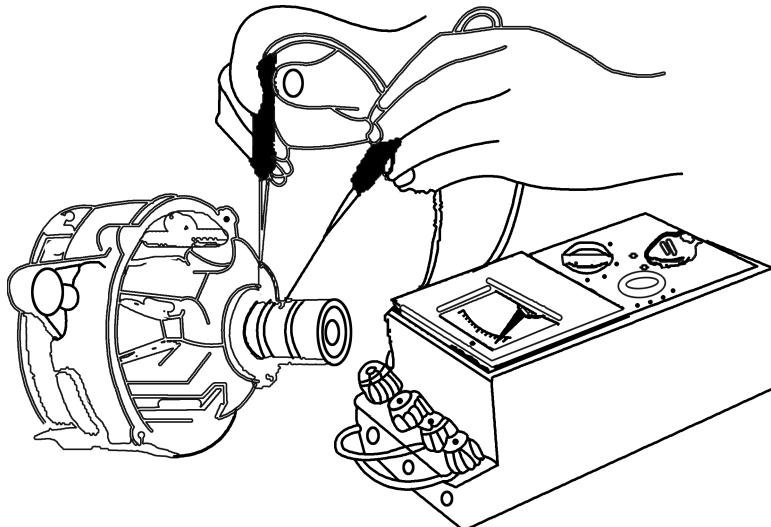

图 2-2 检测集电环的电阻
(1) 转子绕组检修。如图 2-2 所示，用万用表 $R \times 1$ 挡检测两集电环之间的电阻，应与标准相符。若阻值为 ∞ ，说明断路；若阻值过小，说明短路。